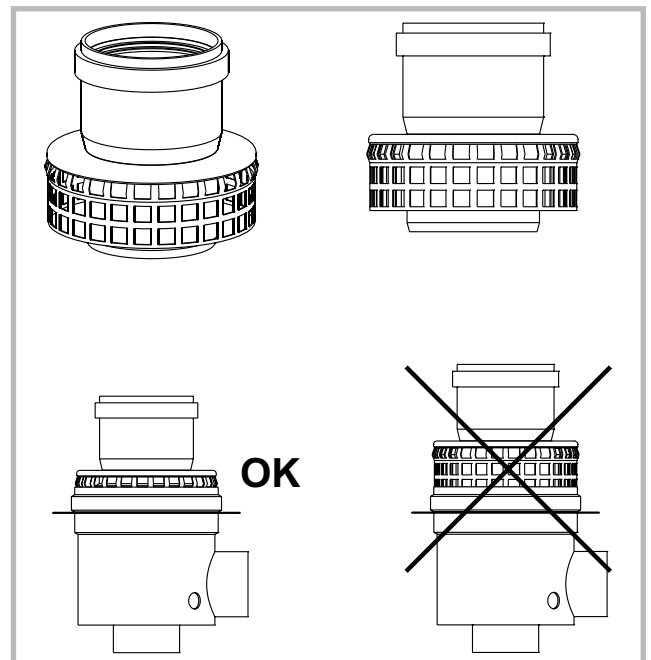

Figure 14 - Montage de l'adaptateur cheminée 073295 (B23, B23P)
**Rappel : Il est obligatoire d'utiliser l'adaptateur cheminée fourni (073295) (fig. 14).**